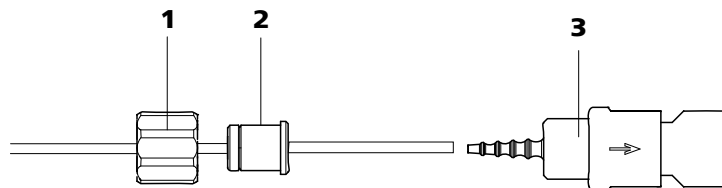

Figura 30 Instalación de una conexión de tubo de bomba con filtro
Para proteger el MSM de partículas extrañas o del crecimiento de bacterias se tiene que montar una conexión de tubo de bomba con filtro (6.2744.180) (30-3) (véase Figura 30, página 56) entre la bomba peristáltica y los capilares de entrada del MSM.
- **Caso A:** Conecte una conexión de tubo de bomba **con filtro** 6.2744.180 (véase Figura 30, página 56) o